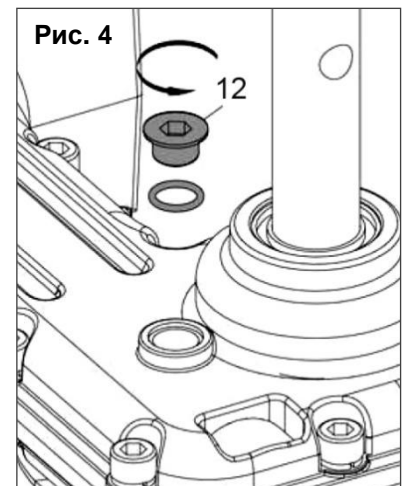

Рис. 4
- Откройте заглушку загрузочного отверстия (12)(См. Рис.4) в крышке редуктора, используя шестигранный ключ.